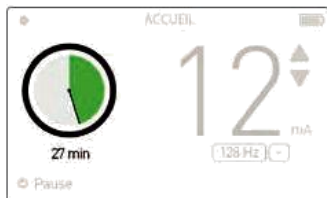
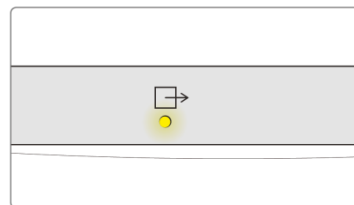

Figura 27. Cerchio lampeggiante sullo schermo
Figura 28. Indicatore LED
6. Il cerchio lampeggiante (v. Figura 27) sul display e il LED giallo acceso sul pannello anteriore (v. Figura 28) indicano che la corrente è inviata al paziente.